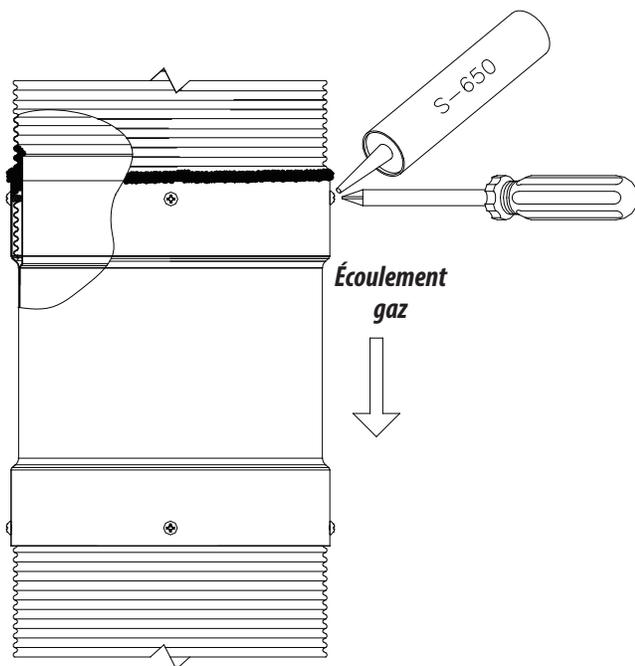

Figure 23 - Vis
3.5. Ajouter le silicone S-650 (rouge) par-dessus les vis (Figure 23).